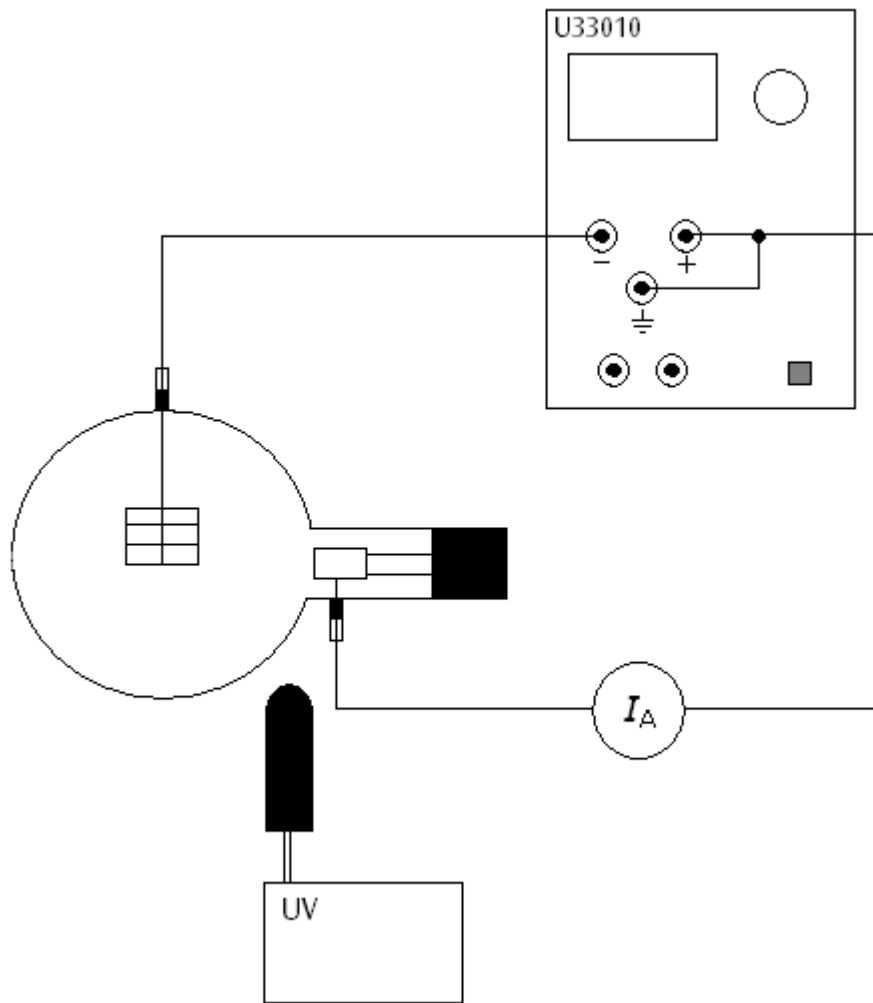

Fig. 2 Excitation par la lumière UV
- Raccordez le tube luminescent comme le montre la figure 2.